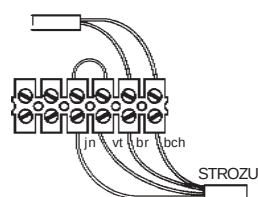

Fig. 8a
- Attacher le bouchon de caoutchouc de la boîte de dérivation sur le câble, ensuite raccorder le câble au bloc de jonction. Fig. 8a+b
- Conduire le câble des éléments de sécurité jusqu'à la boîte de dérivation et le raccorder selon Fig. 8a + b (faire un pontage lorsqu'un élément n'existe pas).
- Plusieurs éléments peuvent être raccordés aux bornes vides. Faire le raccordement avec la STROZU en posant des ponts, analogiquement aux Fig. 8a + b.